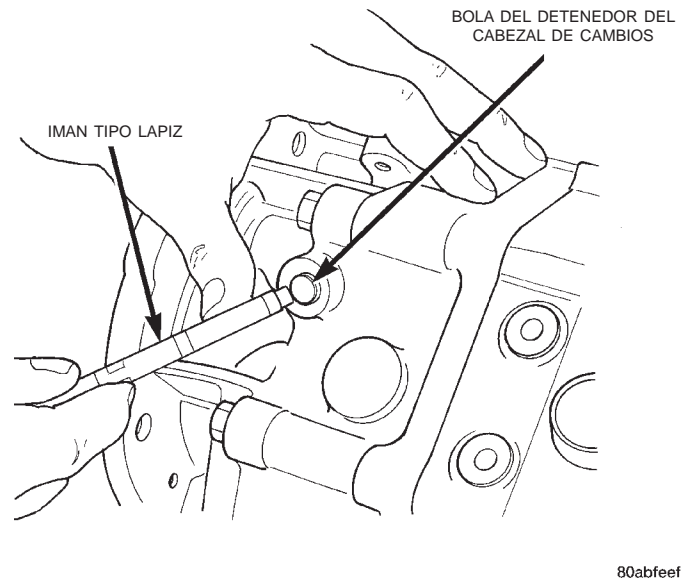
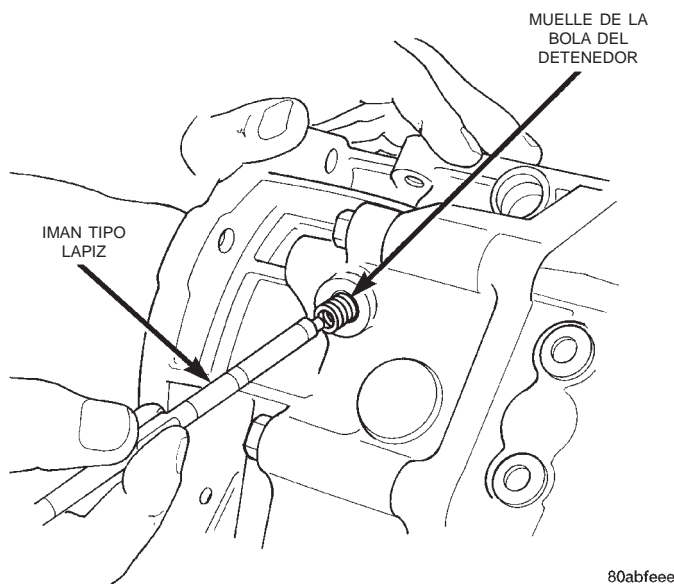

Fig. 21 Desmontaje de la bola del detenedor
Fig. 20 Desmontaje del muelle del detenedor
- (9) Retire el muelle y la bola del detenedor con un imán tipo lápiz (Fig. 20), (Fig. 21).